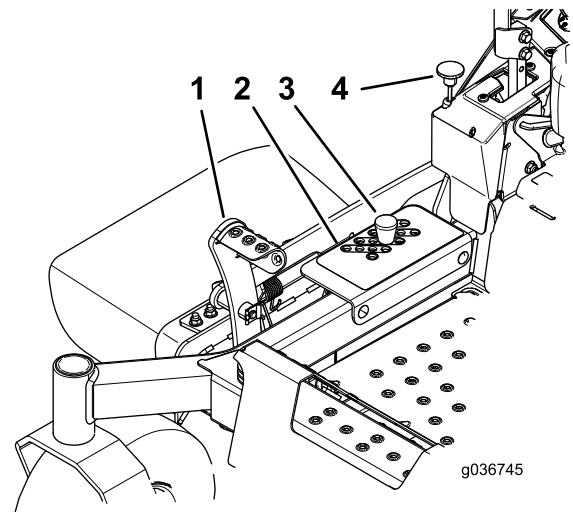

Figura 34
2. Pise el pedal de elevación de la carcasa y eleve la carcasa a la posición de TRANSPORTE (que es también la posición de Altura de corte de 127 mm o 5") como se muestra en Figura 34.
3. Retire el pasador del soporte de altura de corte (Figura 34).
4. Seleccione el taladro del soporte de altura de corte que corresponde a la altura de corte deseada, e inserte el pasador (Figura 34).